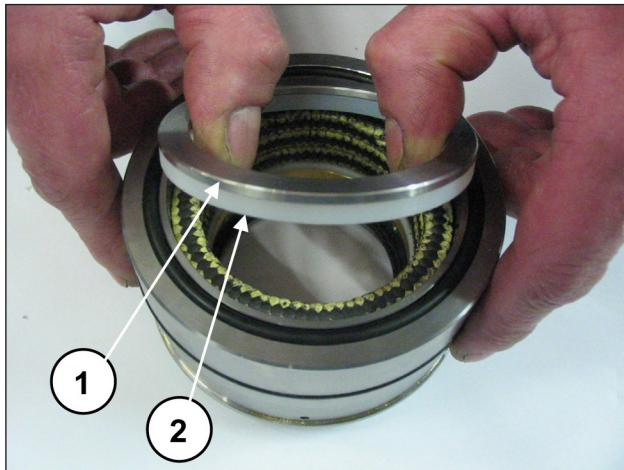
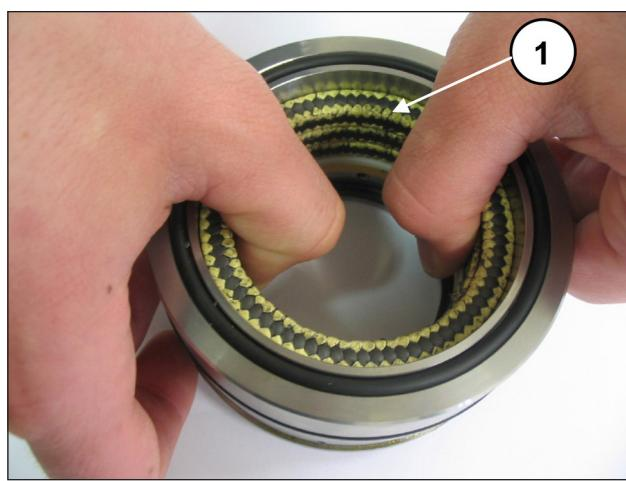

图 166
图 167
将密封圈支架与护套分开，取下弹簧环和刮环（位置①②，图 166），以便进入压力密封（位置①，图 167）。